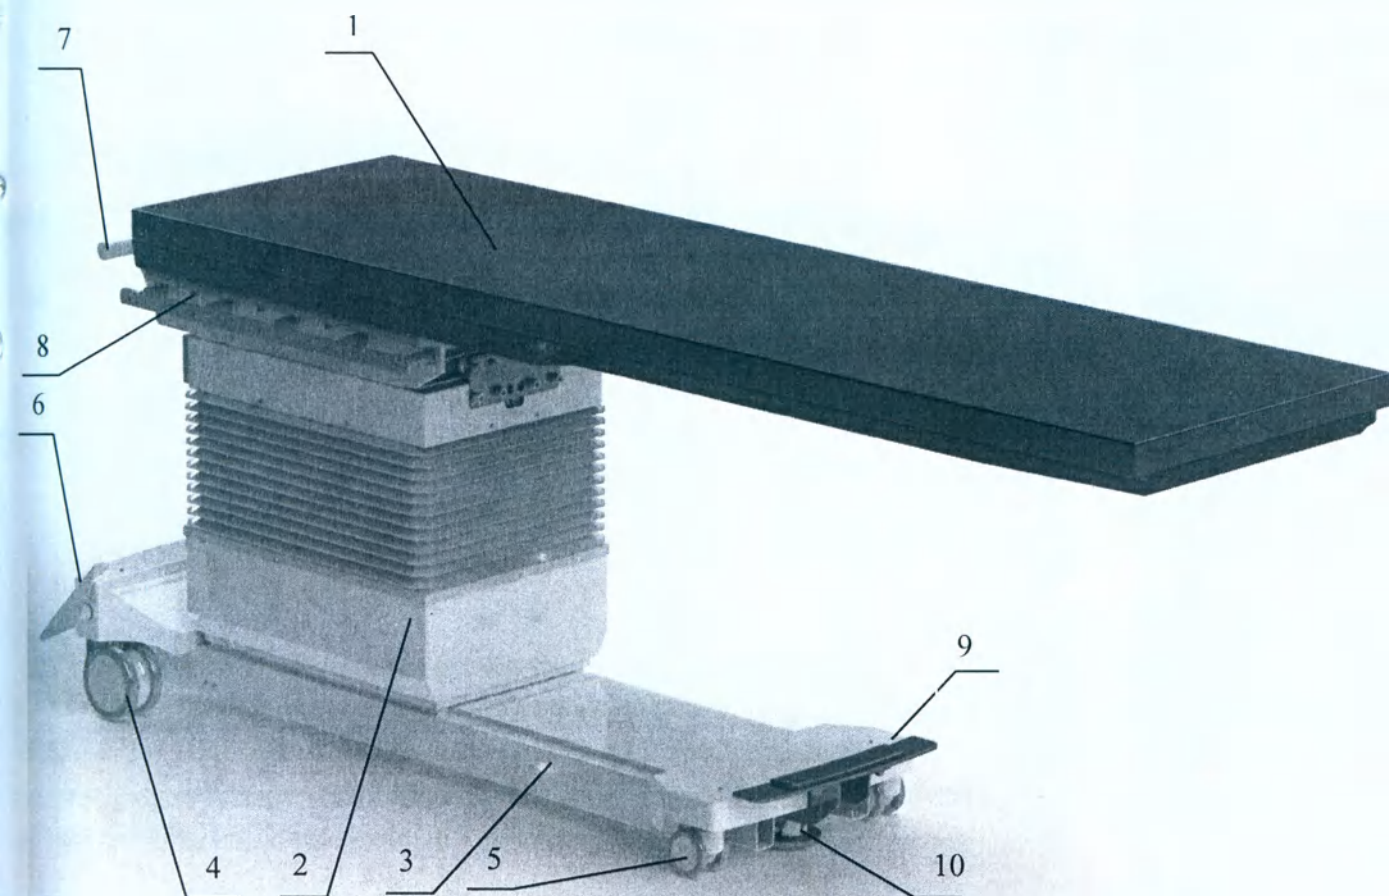

Рисунок 1. Стол рентгенохирургический Медин-Сафис-02
6.1 Стол рентгенохирургический МЕДИН САФИС-02 (Рисунок 1) состоит из столешницы, станины и направляющей колонны.
Тумба состоит из станины 3 и направляющей 2 (Рисунок 1). В тумбе смонтирован электрический привод, который управляет всеми движениями панели стола:
Тумба снабжена колёсами и выдвижной опорой. Перевод стола в зафиксированное (стационарное) положение производится нажатием ногой на педаль 9(Рисунок 1) до упора и на педаль тормоза колес 6 (Рисунок 1). При этом поворотные колеса ø75 поз.5 отрываются от пола и стол устанавливается на регулируемую опору. Поднятием педали вверх стол опускается на колеса в транспортное положение.Нажатием на педаль 6 в другую сторону растормаживаются колеса ø125мм поз.4.
9.6 Проверьте надежность установки стола на опору 10 (Рисунок 1). При необходимости отрегулируйте опору.
9.7 Вставьте разъемы пультов управления в гнезда, расположенные в верхней части направляющей колонны 2 стола (Рисунок 1).